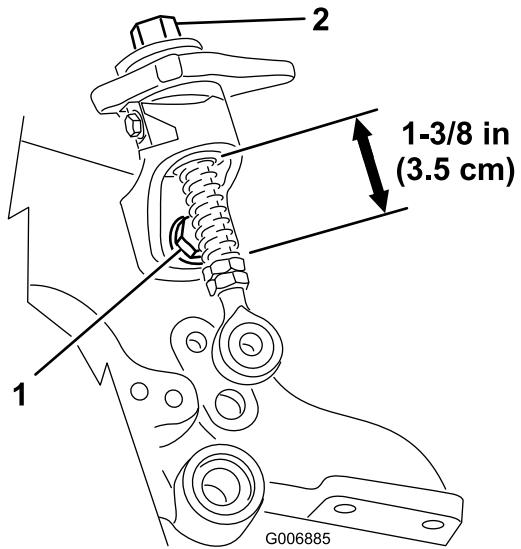

図 27
2. クイックアップ取り付けボルトをゆるめ、ねじ山付きロッドがずれていないこと、下のクイックアップ・ランプに噛んでいないことを確認する(図 27)。ボルトを締め付ける。
3. クイックアップスプリングの長さ(ねじ山付きロッド上の長さ)を点検する; 3.5 cm あればよい。図 27を参照。
4. 高さ調整ノブが自由に回転しない場合は、ブッシュが汚れている可能性がある(図 27)。必要に応じてブッシュを清掃する。